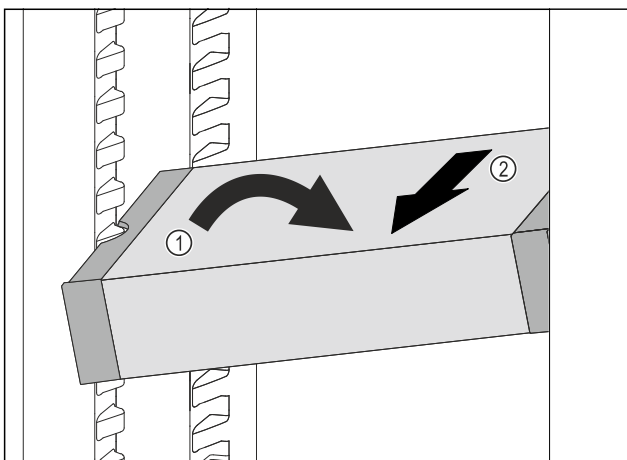

Fig. 103
- ▶ VarioSafe im Kühlteil schräg stellen. Fig. 103 (1)
- ▶ VarioSafe nach vorne entnehmen. Fig. 103 (2)